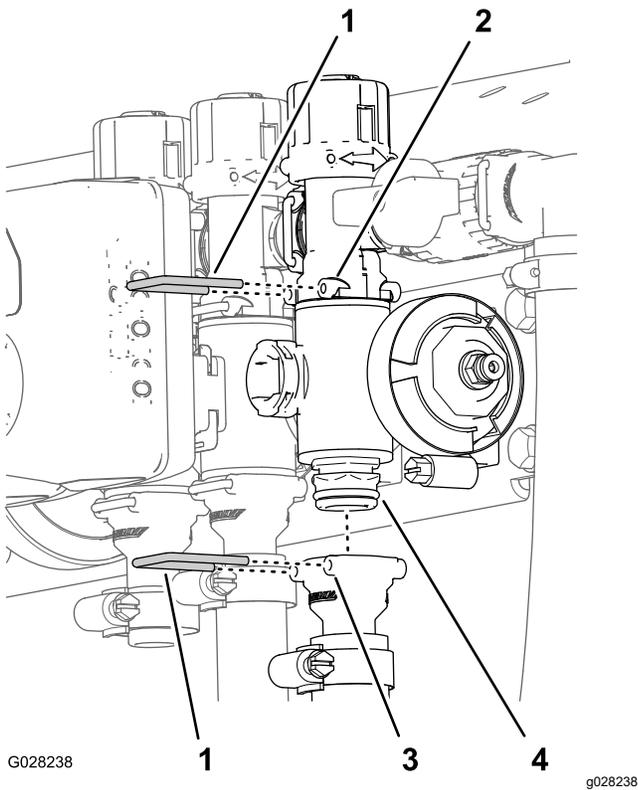

图 74
2. 拆下将出口接头固定至喷洒臂段阀歧管和将阀歧管固定至旁通阀接头的卡环图 74。